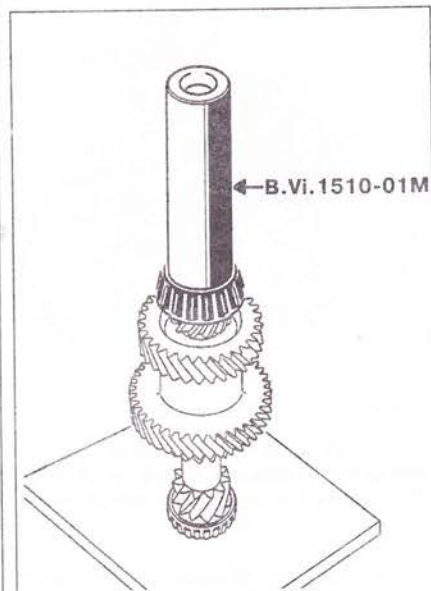

Рис. 5.56. Установите подшипники при помощи приспособления B. Vi. 1510-01, индекс M.
24. Установите подшипники при помощи приспособления B. Vi. 1510-01, индекс M (рис. 5.56).